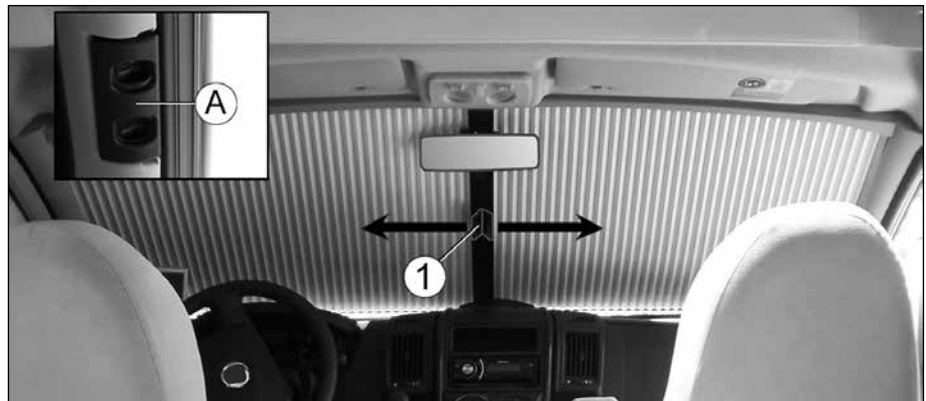

Fig. 30 Store occultant de pare-brise, plissé
- Guider le store occultant avec la poignée (Fig. 30, pos. 1) dans le sens de la flèche (←/→) jusqu'à ce que la poignée encliquette.
1. Saisir avec les deux doigts dans les creux de la poignée (Fig. 30, pos. A) et déverrouiller la poignée en appuyant dessus (Fig. 30, pos. 1).
2. Guider le store occultant avec la poignée (Fig. 30, pos. 1) dans le sens de la flèche (→/←) et le fermer. Accoupler les baguettes aimantées.
1. Saisir avec les deux doigts dans les creux de la poignée (Fig. 30, pos. A) et déverrouiller la poignée en appuyant dessus (Fig. 31, pos. 1).